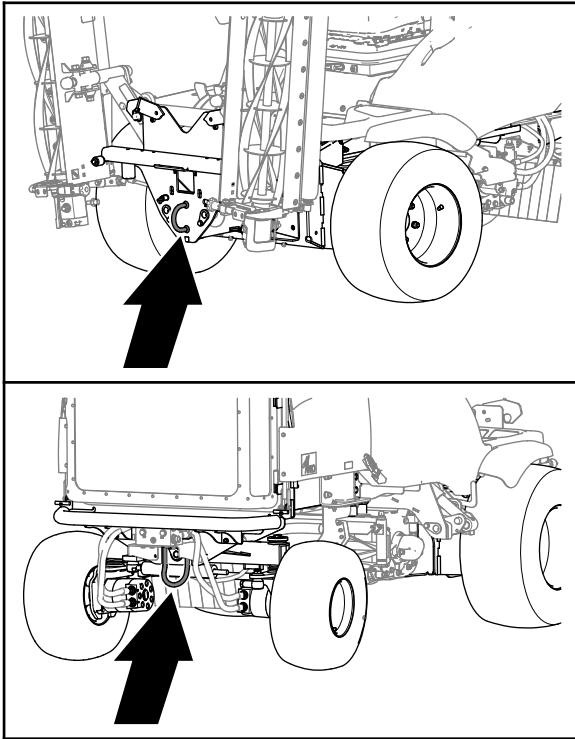

Figure 32
5. Accouplez une barre de remorquage **rigide** entre l'anneau de remorquage avant de la machine et le véhicule de remorquage (Figure 32).